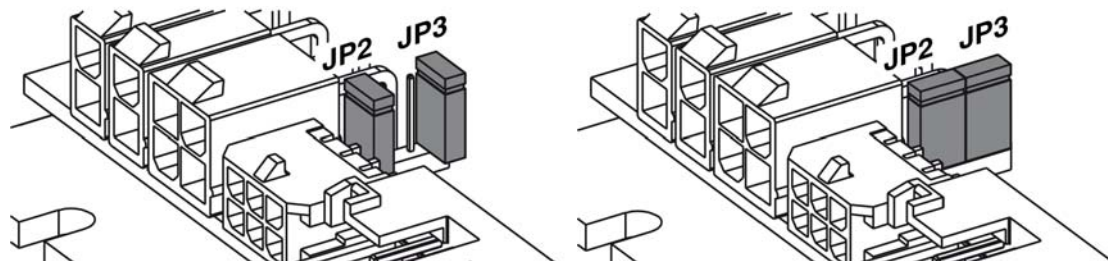

図 4-10 ジャンパ JP2/JP3 – オープン (左側) / クローズ (右側)
- 2) ジャンパ JP2 と JP3 を " クローズ " 位置に設定してください。(→ 図 4-10, 右側)